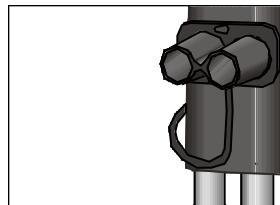

Abb. 24
Falls das freie Ende des Schlauchs mit der Gummikappe verschlossen ist, muss sie abgenommen werden und wieder in die Halterung eingeführt werden, wie in Abb. 24 gezeigt. Dann den ganzen Anschluss wieder in das Innengerät einführen.
- Schalten Sie das Gerät mit dem Netzschalter **①** ein.
- Klappen Sie die Luftleitklappe auf der Geräteoberseite nach oben (**Abb. 24**), und, falls gewünscht, öffnen Sie die seitlichen Luftauslässe **A und L, Abb. 1**, (siehe Abschnitt „seitlichen Luftauslässe“, um eine bessere Verteilung der Luft im Raum zu erzielen. Es ist empfehlenswert, diese Luftaustrittsöffnungen entweder vollständig zu schließen oder vollständig zu öffnen, um lästige Geräusche zu vermeiden.